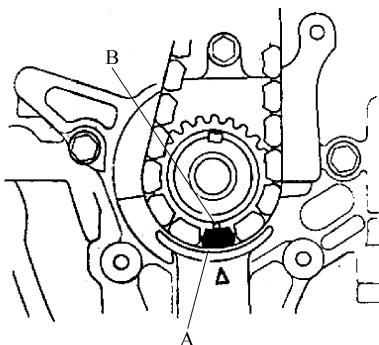

图 2-86 色片链节对准曲轴TDC标记
3) 将正时链安装在曲轴链轮上,色片(A)要对准曲轴链轮上的TDC标记(B),见图2-86。